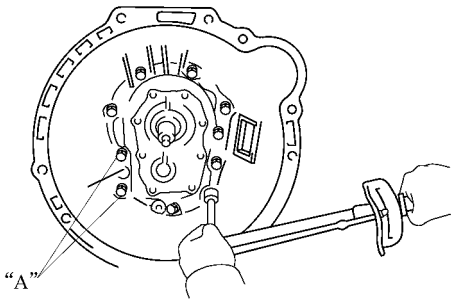

图 10-46 在 A 螺栓螺纹上涂敷密封胶
(27) 安装离合器壳体。装上离合器壳体，并在“ A ”螺栓螺纹上涂敷密封胶，装上并旋紧螺栓，如图 10-46 所示。